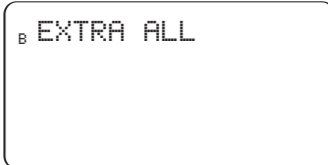

Abbildung 18: Anzeige mit manueller Bewässerung bei allen Stationen, die Programm B zugewiesen sind.
3. Taste **NEXT** (Weiter) drücken, bis „**B EXTRA ALL**“ angezeigt wird. [Siehe Abbildung 18]